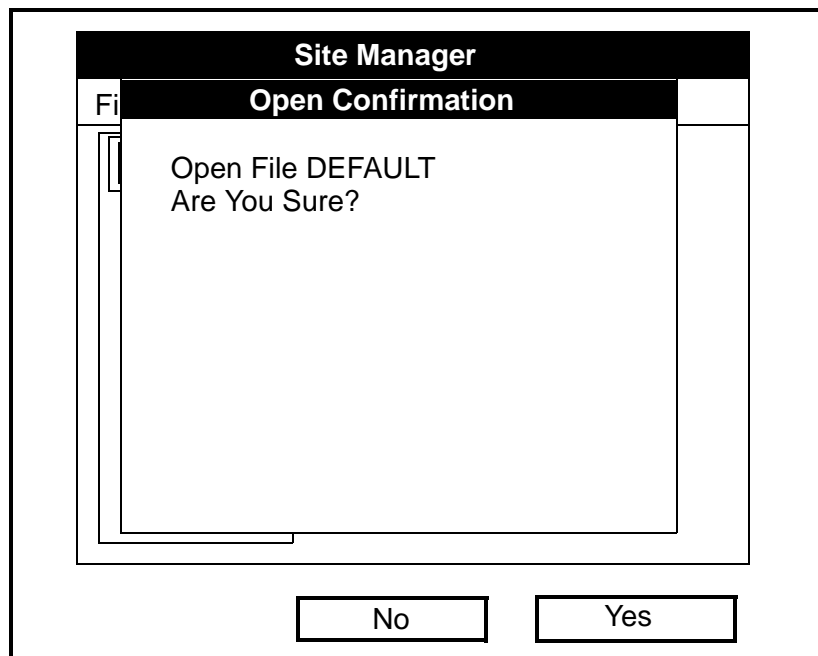

Figura 4-6: Ventana de confirmación para abrir ubicación
3. Desplácese hasta la opción *Open* (Abrir) y pulse [ENTER]. Aparecerá una ventana como la de la figura 4-6.